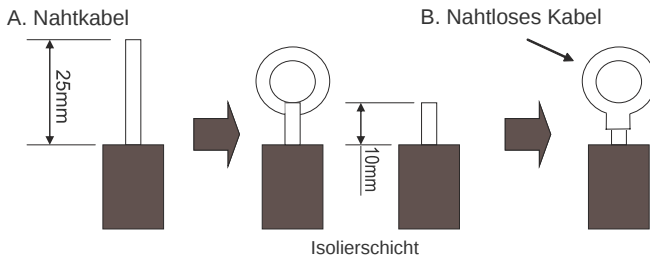

Abb. 29
(1). Für Kernkabel (Abb. 29)
- (2). Für den Kabelanschluß siehe Abb. 29.